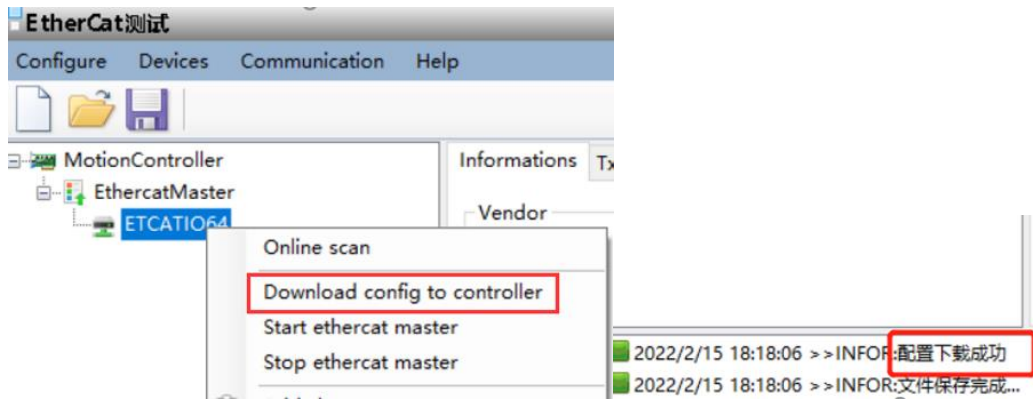

图 2.1.7 从机设备配置下载成功
⑥ 添加进来的从机设备, 可以修改其设备信息, 根据实际情况更改(这里默认);
⑦ 在 EtherCAT 测试工具中, 左边就出现 ETCATIO64 的从机设备如图 2.1.7, 把配置信息下载到控制卡中;